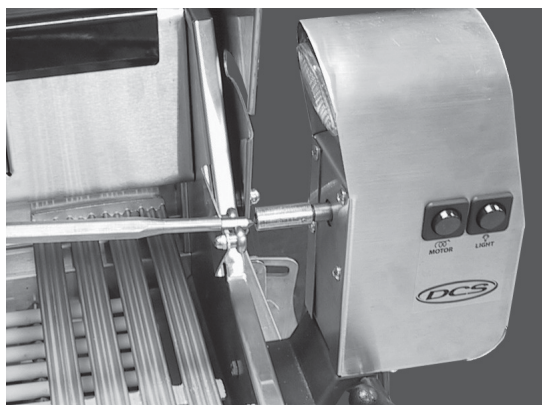

FIG. 33
1. Insérez le tournebroche préparé dans le moteur et dans les rouleaux de l'autre côté. (Fig. 33).